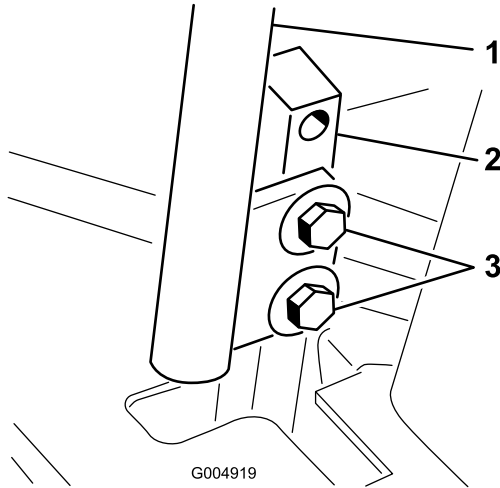

Figure 90
3. Desserrez les boulons de fixation des leviers de commande (Figure 90).